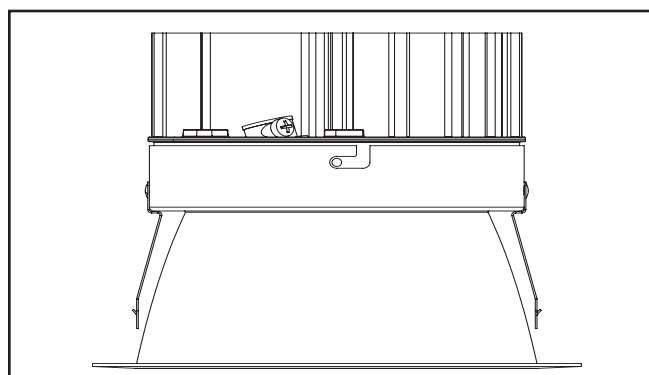

Figure 6.
3. Insérez le moteur lumineux à DEL dans la garniture inférieure. Alignez les trous de vis de la DEL avec les fentes à vis de la garniture inférieure (Figure 6.).